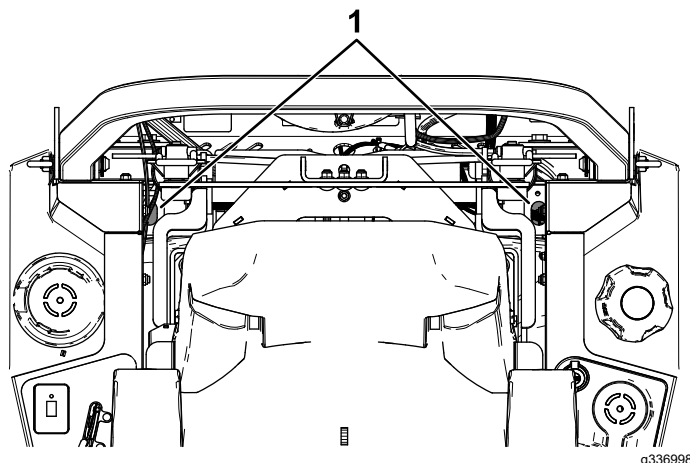

Figure 82
- **Système hydro ZT 4400 :** utilisez une rallonge et une douille de 7/16 pouce pour accéder au bouchon d'aération par le haut de la machine, en passant par les trous près des supports de l'arceau de sécurité (Figure 82).